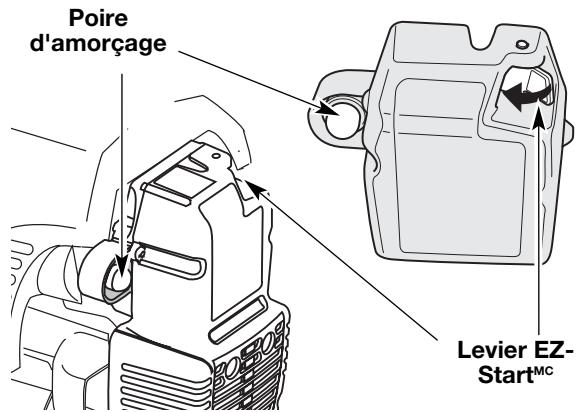

Fig. 11
2. Pressez et relâchez la poire d'amorçage à 10 reprises, lentement. Une certaine quantité de **carburant devrait être visible dans la poire d'amorçage** et les conduites de carburant (Fig. 11). Si vous n'apercevez pas de carburant dans la poire, pressez et relâchez la poire autant de fois que nécessaire jusqu'à ce que vous aperceviez du carburant dans cette dernière.
4. **Faites pivoter le Levier Bleu de EZ -Start™ vers la poire d'amorçage** jusqu'à ce qu'il clique et se verrouille en place (Fig. 11).